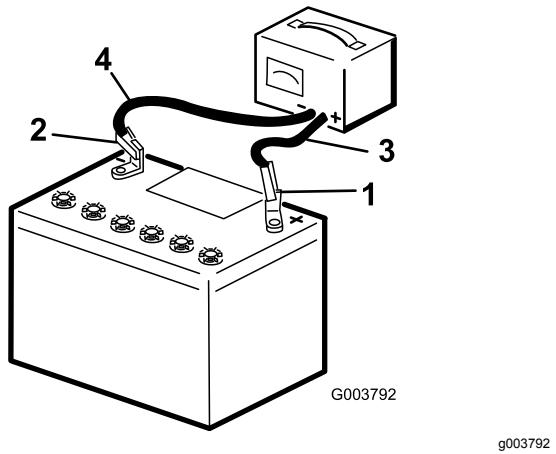

Figura 61
- Cargue la batería durante 4 a 8 horas a un ritmo de 3 a 4 A (Figura 61). No sobrecargue la batería.
- Cuando la batería esté completamente cargada, desconecte el cargador de la toma de electricidad, luego desconecte los cables del cargador de los bornes de la batería (Figura 61).